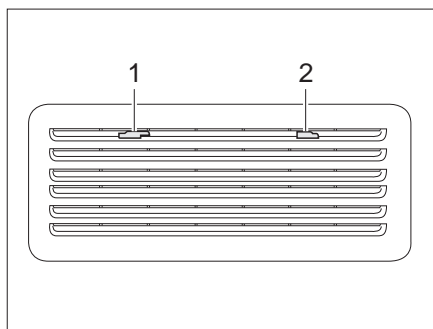
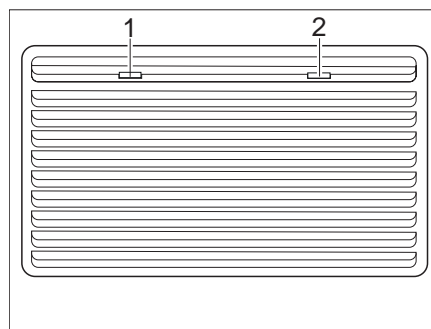

Fig. 134 Grille d'aération du réfrigérateur (Thetford petit)
Fig. 135 Grille d'aération du réfrigérateur (Thetford grand)
- Faire glisser les dispositifs de blocage (Fig. 134,1 et 2 ou Fig. 135,1 et 2) vers le centre.